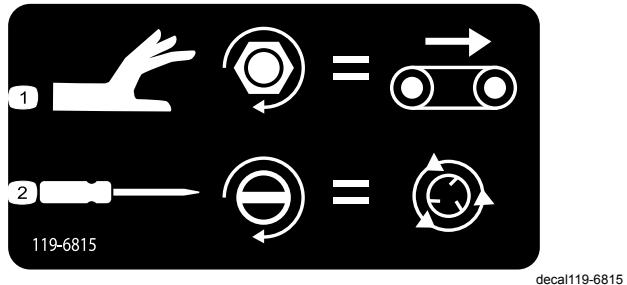

Figura 44
- Para ajustar la velocidad del Suelo (Figura 44), gire el pomo en el sentido de las agujas del reloj. Se utiliza la máxima velocidad del Suelo en el sistema operativo codificado por colores, de manera que este ajuste puede realizarse sin tener ningún caudal hidráulico. Esto es de especial importancia cuando la tolva está llena de arena.
- Para ajustar la velocidad del rotor (Figura 44), utilice un destornillador de punta plana, girando en el sentido de las agujas del reloj para aumentar la velocidad o en el sentido contrario de las agujas del reloj para reducirla.